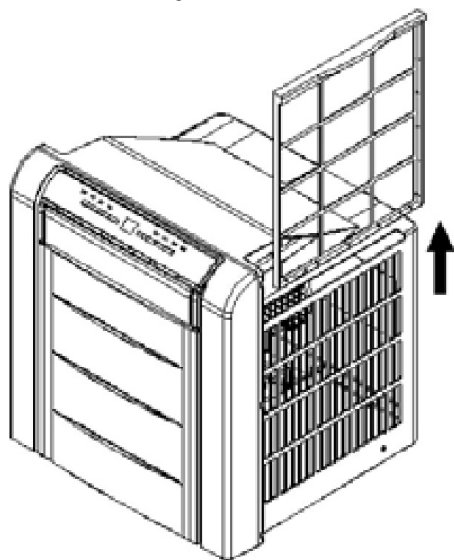

Fig. 7
- I filtri dell'aria dovrebbero essere puliti regolarmente risciacquandoli sotto l'acqua corrente. Estrarre i filtri dell'aria come illustrato nella fig. 7.